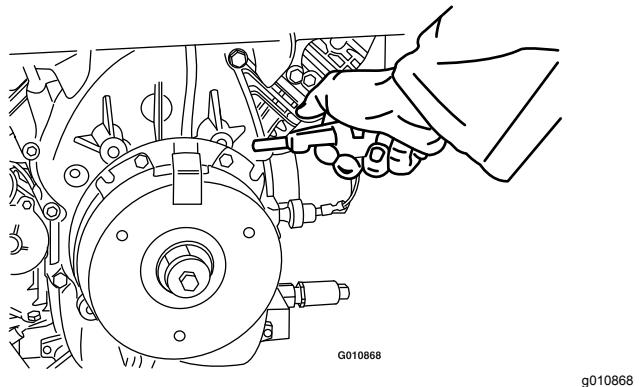

Figura 65
2. Utilizar un compresor de aire, elimine cualquier residuo de debajo del polo de freno y de alrededor de los espaciadores del freno (Figura 65).